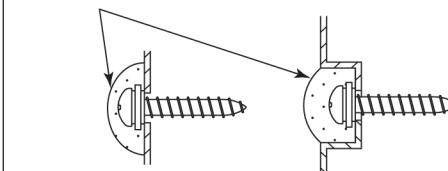

図5 防水用シールなどの防水処理
- 取り付けは同梱の防水・絶縁用ブッシュを使用し、取付ネジで確実に取り付けてください。(図5)